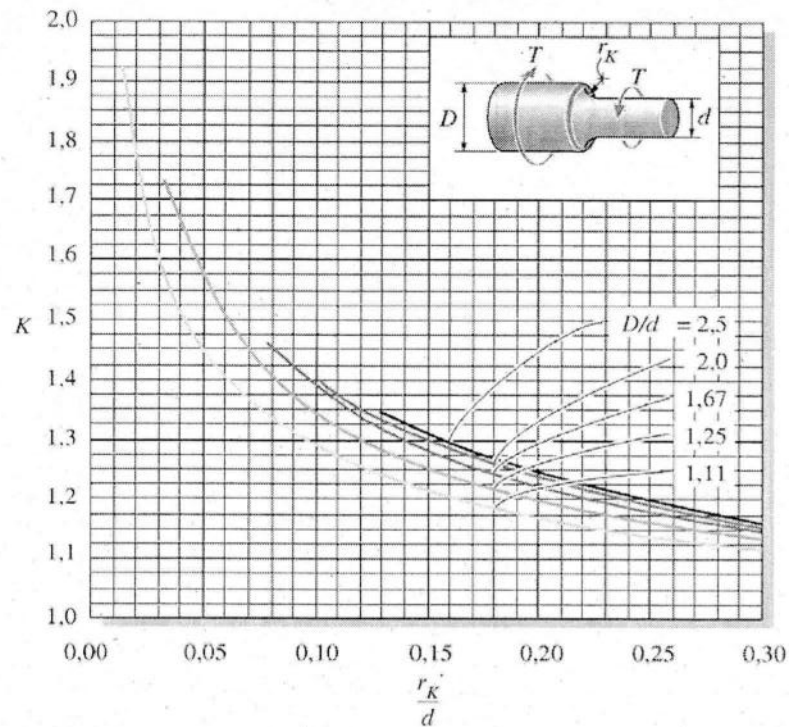

Abbildung 2.2: Kerbspannungsfaktoren für Torsionsbelastung (Quelle: Hibbeler: Technische Mechanik 2 - Festigkeitslehre. Springer 2006)
- 2.5) Bestimmen Sie den Kerbspannungsfaktor aus Abb. 2.2 für den Wellenabsatz mit dem Kerbradius $r_K = 3r/10$ und die Radien $r_1 = 2r$ und $r_2 = r$. Geben Sie den Betrag der maximalen Kerbschubspannung am Wellenabsatz an!